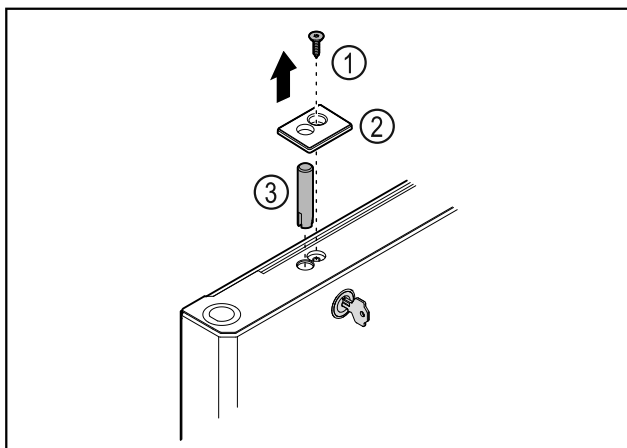

Fig. 37
- Schroef Fig. 37 (1) verwijderen.
- Afdekking Fig. 37 (2) met een kleine schroevendraaier losmaken en verwijderen.
- Slotbout Fig. 37 (3) eruit trekken.